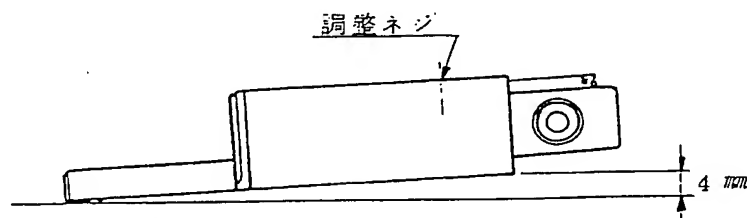

図 11 ・ 検出器調整状態
④ 調整ネジ
スキッドにたいして触針の上下位置を調整するネジです。この上下位置は図11のように調整されていますが、調整に狂いが生じたとき（ノーズピースを着脱したとき）に図11のような状態にしたうえ、このネジでセットメータ〔4.2.1 送り装置 ③ セットメータの項参照〕の指針が緑色目盛の中央になるようにします。